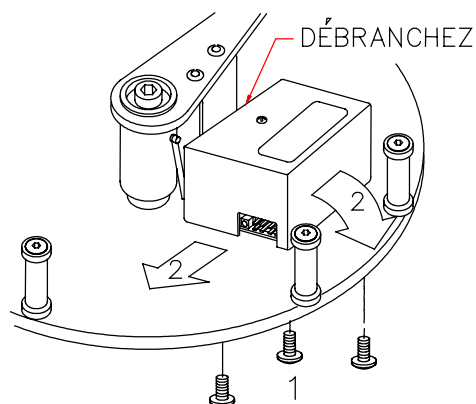
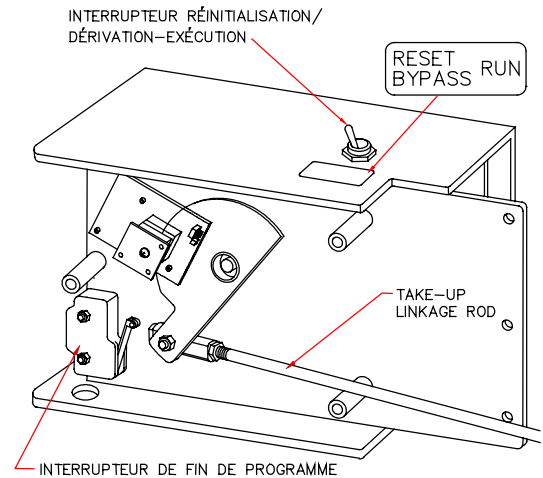

Figure 9
Figure 12
2. Débranchez le faisceau de fils et tournez le bras dans le sens des aiguilles d'une montre. Glissez avec soin la commande du SCD loin du masque et ramenez-la tout en tournant le bras dans le sens contraire des aiguilles d'une montre jusqu'à ce que la commande soit dégagée du masque. Enlevez la commande. (Voir la Figure 9).
La DEL de la carte de bobinage du SCDC est visible par une ouverture à l'arrière de l'enceinte d'alimentation où le bras oscillant se déplace (figure 12) ou à l'extrémité du couvercle de la plaque de contrôle de bobinage du SCDC (figure 9). À la mise en marche, la DEL clignote le même nombre de fois que le numéro de sa version et servira à indiquer les codes d'erreur comme suit :